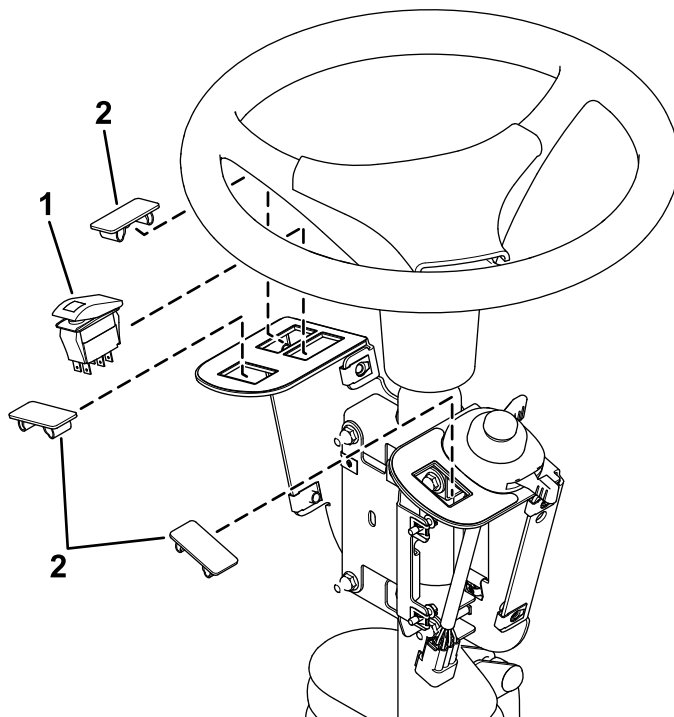

Figure 5
3. Installez le commutateur à bascule et les obturateurs de trou dans le support de commutateur (Figure 5).